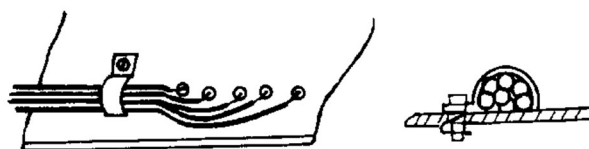

图 6-1-3 引线固定
(3) 将导线排列或捆扎整齐，通过线卡或其他紧固件将线与板固定，避免导线固移动而折断，方法如图6-1-3所示。